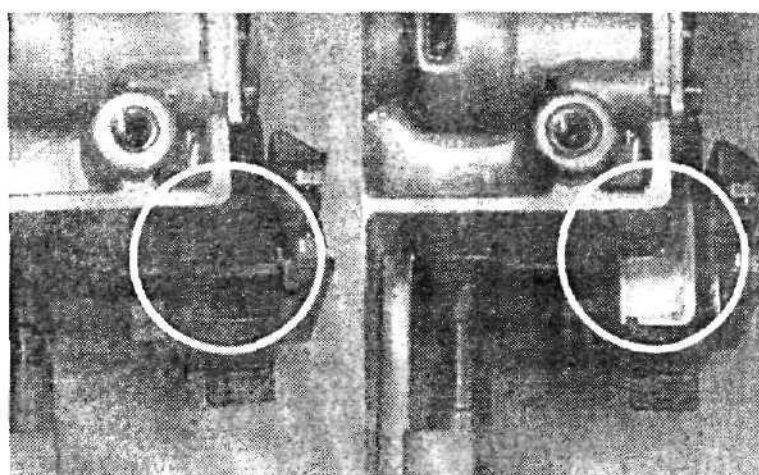

Рис. 86.
**140 277 34 01.** Выпуск трансмиссий 722.6 с этой модификацией клапанной коробки начался в апреле 1996 г. Здесь была несколько изменена распределительная пластина. В ней появилась небольшая консоль для установки выключателя (рис. 86) в области расположения клапана выбора диапазона.